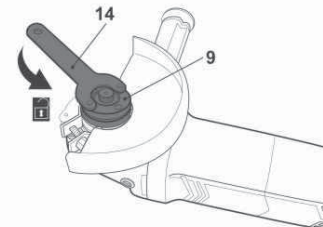

Fig. 11
- > Maintenez le bouton de verrouillage de la broche [1] enfoncé et desserrez la bride [9] en tournant dans le sens inverse des aiguilles d'une montre à l'aide de la clé [14] (Fig. 11).